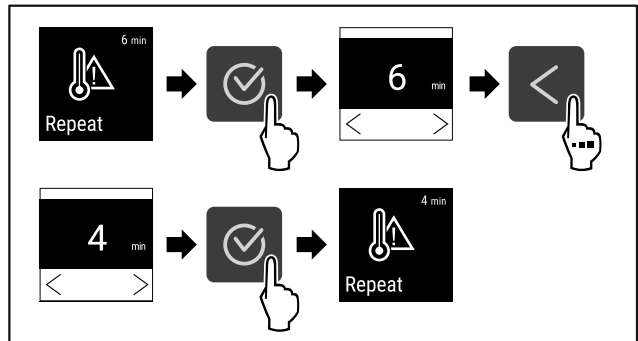

Fig. 116
- ▷ Hajtsa végre a művelet lépéseit (lásd Fig. 116).